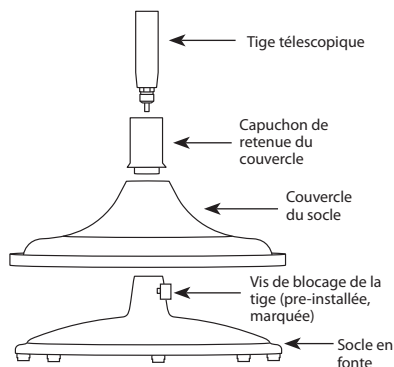

FIGURE 1
1. Abaisser le couvercle du socle en fonte sur celui-ci. Voir Figure 1.
2. Visser le capuchon de support du couvercle dans le sens horaire dans le socle en fonte jusqu'à ce qu'il soit bien serré. Voir Figure 1.
5. Repérer la vis de blocage de la tige (préinstallée, identifiée) sur le col du socle en fonte sous le couvercle. Voir Figures 1 et 2.
6. Se servir de pinces ou d'une clé ajustable pour serrer la vis de blocage de la tige jusqu'à ce qu'elle bute fermement contre la tige télescopique. Voir Figures 1 & 2.